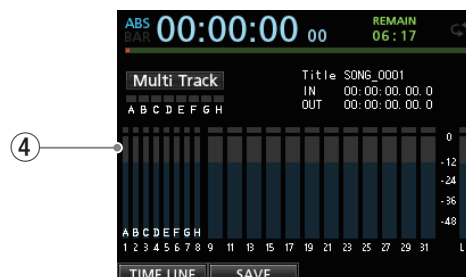

Fig 2
- Connect the included AC adapter to the **DC IN 12V** connector on the back of the unit (Fig. 2-②), and insert the SD card into the SD card slot (Fig. 2-③).
- Press and hold the **STANDBY/ON** button on the back of the unit (Fig. 2-①).
- When the unit completes starting up, the **HOME** screen appears on the LCD. (Fig. 2-④)
- 背面の **DC IN 12V** 端子 (Fig2-②) に、付属の AC アダプターを接続し、付属の SD カードスロット (Fig2-③) に SD カードを挿入する。
- 背面の **STANDBY/ON** ボタン (Fig2-①) を長押しする。
- 本機の起動が完了すると、LCD 画面に **[HOME]** 画面 (Fig2-④) が表示される。